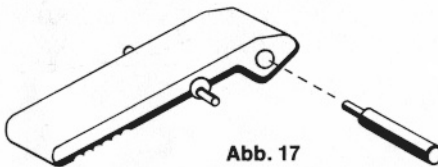
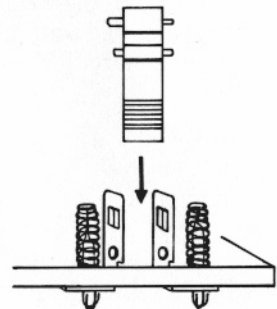

Abb. 17
Abb. 18
Diesen Schalter mußt du zusammensetzen. Stecke zunächst von innen die beiden Metallhalterungen für Tastschalter (31) durch die Vorderplatte. Setze sie von außen mit je einer Haarnadelfeder fest, die du durch die Löcher steckst. Bereite dann den Tastschalter vor, indem du den Messingkontaktstift (30) in das Loch des Schalters 29 steckst (Abb. 17). Diese Einheit klemmst du jetzt von innen in die Halterungen. Hierbei mußt du darauf achten, daß die geriffelte Seite nach oben zeigt. Stecke den Tastschalter so weit in die Halterungen, die du dabei auseinanderdrückst, daß die Kunststoffzapfen in den kleinen Löchern der Halterungen einrasten. Achte jetzt darauf, daß die Bördelungen der Halterungen fest in den Löchern der Vorderplatte sitzen (Abb. 18). Als letztes stecke von innen je eine Klemmfeder auf die Haarnadelfedern. Die Drähte am Schalter werden angeschlossen, indem du wie üblich die Klemmfedern niederdrückst und den Draht in die entstehende Öffnung steckst.